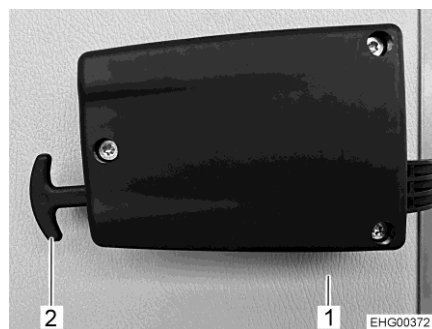

Bild 45 Nödupplåsning garagelucka
- Dra i båda handtagen på nödupplåsningen (Bild 45,2).
- Tryck garageluckan (Bild 45,1) utåt.